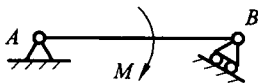

图 2.3
- 试根据“力偶只能与另一力偶相平衡”的性质, 判定图 2.3 中固定铰链支座 A 对梁的约束反力的方向。